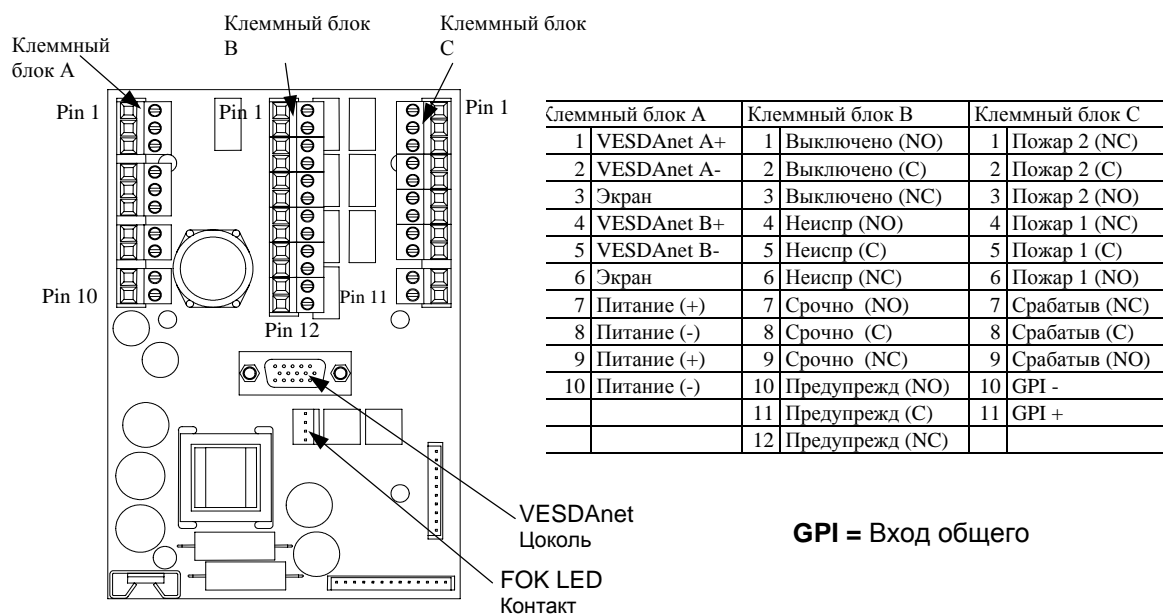

Рис.9 Клеммная плата с 7 реле.
- а) См. Рис.9 для определения местоположения на плате клемм подвода питания.
а) См. Рис.9 для определения местоположения клеммного блока VESDAnet на плате.
- См. Рис.9 для определения местоположения клеммного блока VESDAnet на плате.
а) для определения расположения реле на клеммной плате См. Рис. 9